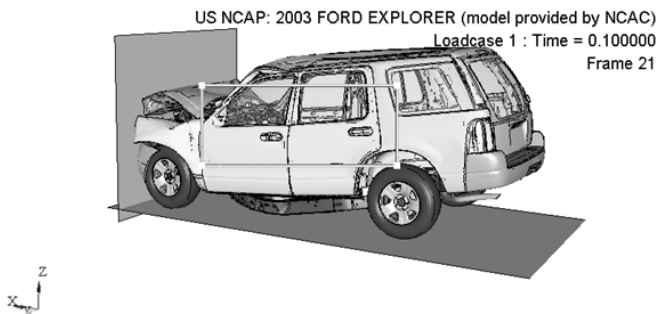

图 13-69 移动图片
- (6) 通过单击图片角上的控制点进行拖拽可改变图片尺寸。
- (7) 通过单击图片角上的控制点可以对图片进行水平和垂直方向的移动操作。将图片置于图形窗口中间位置, 如图 13-69 所示。